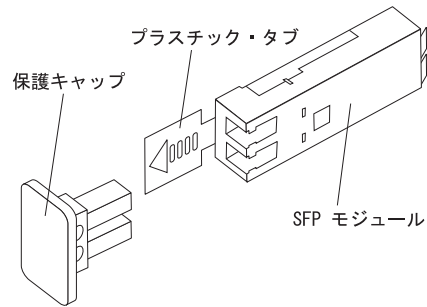

図 17. Small Form-Factor Pluggable (SFP) モジュール
3. 25 ページの図 17 のように、SFP モジュールから保護キャップを取り外します。後で使用する場合に備えて、保護キャップを保管しておきます。